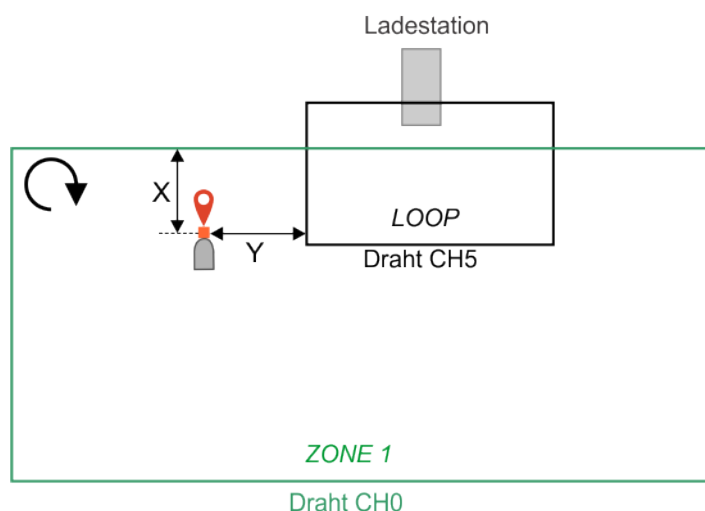

Abbildung 118: Rückkehr zur Ladestation von einem Einzelfeld
8. Positionieren Sie den Roboter an der gewünschten Stelle in ZONE 1. Dies muss sich auf die für ZONE 1 definierte Rückkehrrichtung beziehen. In diesem Beispiel ist dies im Uhrzeigersinn  wie in *Abbildung 118: Rückkehr zur Ladestation von einem Einzelfeld* (Seite 90) gezeigt. X muss > 5 m sein. Y muss > 10 m sein. Der Roboter muss in Richtung Draht fahren.